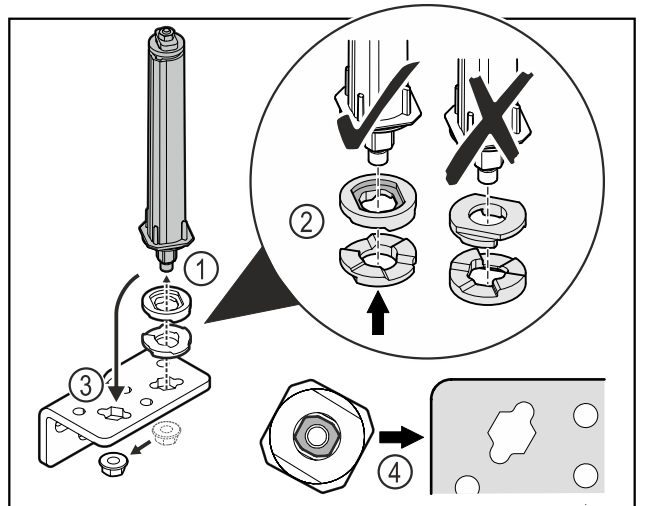

Fig. 26
- ▶ Відкрутити гайку і зняти систему запирання дверей Fig. 26 (1).
- ▶ Слідкувати за правильним розташуванням шайб для регулювання висоти Fig. 26 (2).
- ▶ Переставити систему запирання дверей у шарнірному кутику і зафіксувати гайкою Fig. 26 (3).
- ▶ Під час встановлення слідкувати за правильною орієнтацією системи запирання дверей Fig. 26 (4).